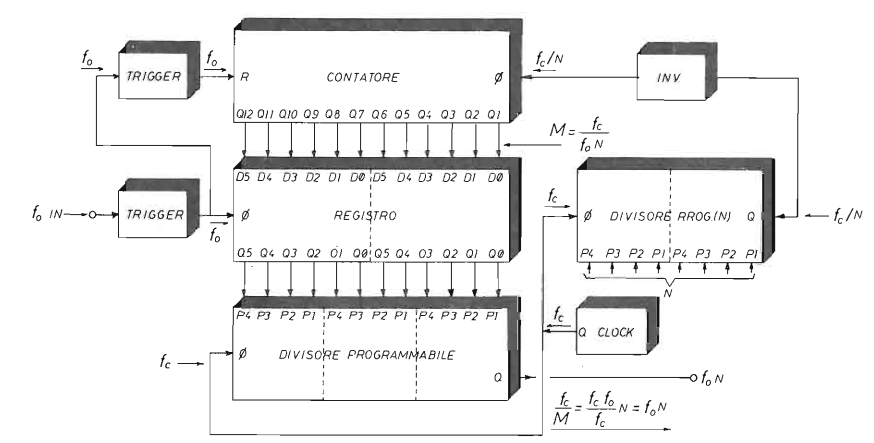

figura 1 - Schema a blocchi di moltiplicatore di frequenza.
Nel circuito di figura 1, il clock a frequenza di ripetizione f_c è applicato ad un divisore programmato col quale viene impostato il fattore di moltiplicazione N. Il segnale di clock, diviso per N (f_c/N) triggera un contatore binario sufficientemente lungo che il segnale d'ingresso, a frequenza f_o , periodicamente resetta.
Lo stato $M=f_c/f_oN$ che detto contatore così assume, memorizzato nel registro collegato ai suoi Q, viene trasferito agli ingressi di preset di un divisore programmabile sincrono; all'ingresso di quest'ultimo è ancora applicato il clock f_c . Ne consegue che dall'uscita di detto divisore emergono impulsi alla frequenza di ripetizione f_c/M , cioè f_oN (vedi figura 1).
Impiegando un contatore binario a 12 stadi, il massimo valore che M può assumere è $2^{12}=4096$. Dato che (vedi figura 1) $M=f_c/f_oN$, si ha che
so ad esempio ($f_c=250$ kHz, $N=100$) è di 0.07 Hz. ad 1 logico) ed il secondo in binario (pin 10 a 0 logico) ed il secondo in binario (pin 10 a 0 logico). Ancora dalla figura 1 si osservi che la frequenza del segnale in uscita, $f_o \cdot N$, è indipendente da f_c ; il clock potrebbe perciò essere un semplice multivibratore astabile; per la validità dell'equazione (1) è però conveniente servirsi di un generatore quarzato opportunamente diviso.